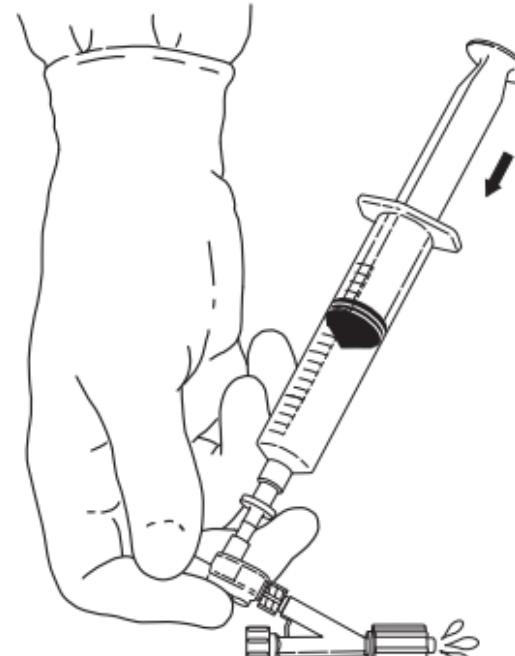

Fig. 3
5. Purge o restante ar, colocando o polegar sobre o orifício de injecção. Irrigue lentamente a válvula de segurança unidireccional dupla e o adaptador Tuohy-Borst para remover as restantes bolhas de ar. (Fig. 3)